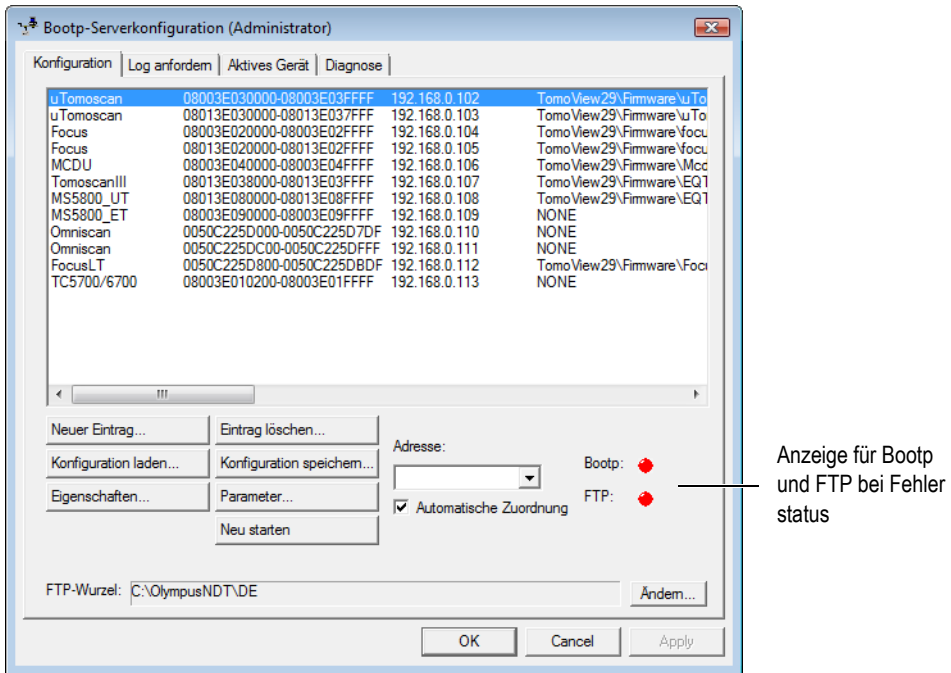

Abbildung 9-2 Dialogfeld Bootp-Serverkonfiguration bei Fehlerstatus
- g) Im Dialogfeld **Bootp-Serverkonfiguration (Administrator)**, wenn die Anzeige für **Bootp** oder **FTP** (*File Transfer Protocol*) rot leuchtet, klicken Sie auf **Neu starten** (siehe Abbildung 9-2 auf Seite 464).